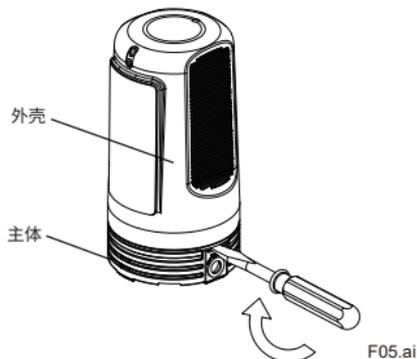

图 6-2 拆卸外壳和主体
2. 拆下外壳和主体。如果用手很难打开,可以使用一字螺丝刀或类似工具将螺丝刀夹在外壳和主体之间的凹槽之间,然后向上推,即可轻松打开,如图 6-2 所示。